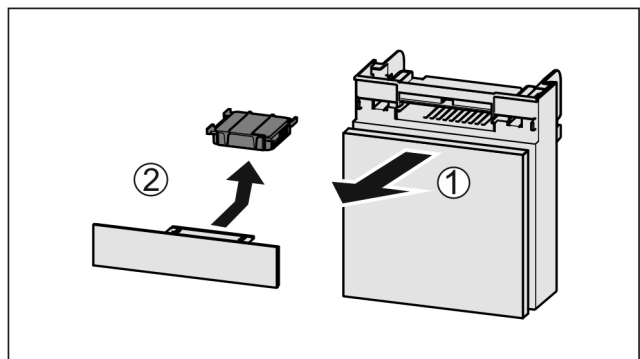

Fig. 98
- ▶ Trekk ut Fig. 98 (1) hyllen fremover.
- ▶ Ta ut Fig. 98 (2) aktivkullfilteret.